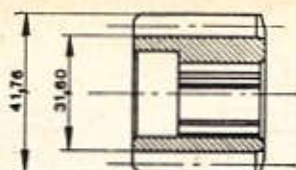

Fig. 55. — Pignon de première et marche AR.
- pignon de 1^{re} et marche AR n° P.D. 2370.24 (fig. 55),